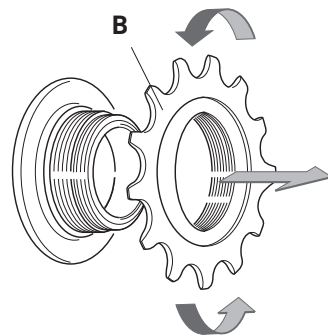

図11
- ・ 固定スプロケット (B - 図11) を反時計回りに回し、ハブ・ボディーから取り外します。